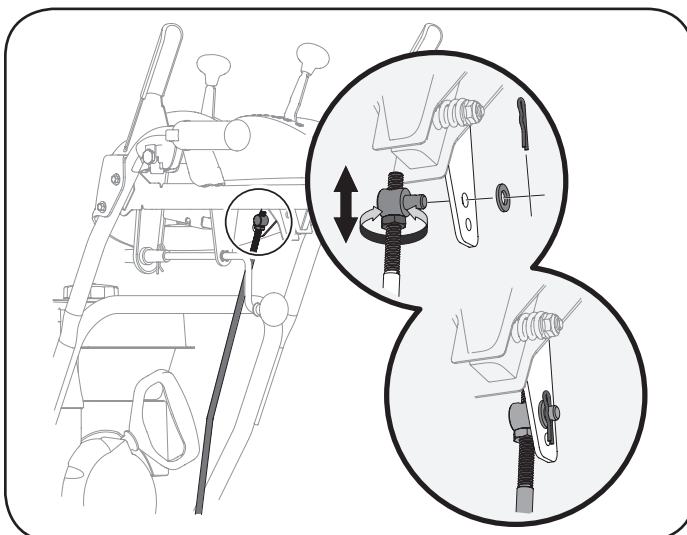

Figura 61
2. Extraiga el pasador de chaveta (a) y la arandela (b) de la férula de ajuste de la varilla de cambios y extraígalas de la palanca de cambios. Consulte la Figura 61.